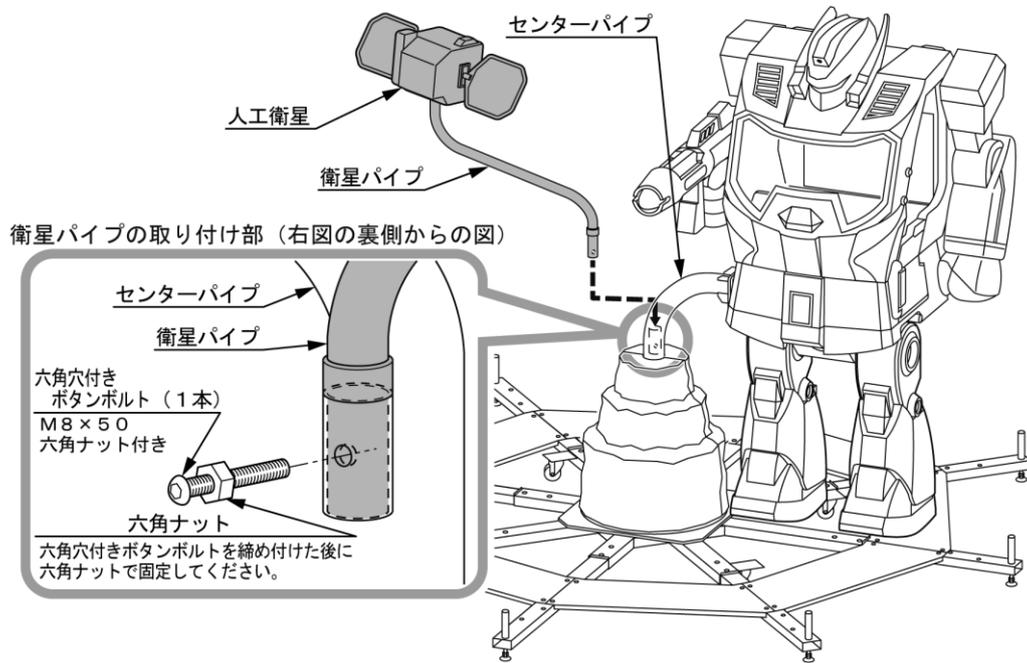

図6-14 人工衛星の取り付け
- ② 駆動メカ上部センターパイプの受けパイプに、「①」で組み付けたパイプの先を差し込みます。(図6-14)
- ③ 付属の六角穴付きボタンボルト (M8×50 1本 六角ナット付き) で固定します。(図6-14)